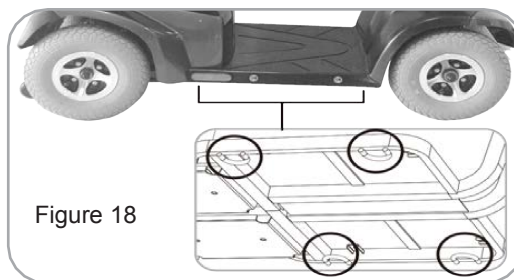

Figure 18
- Assurez-vous que le levier N-D est en position D lors du transport. (Figure 18)